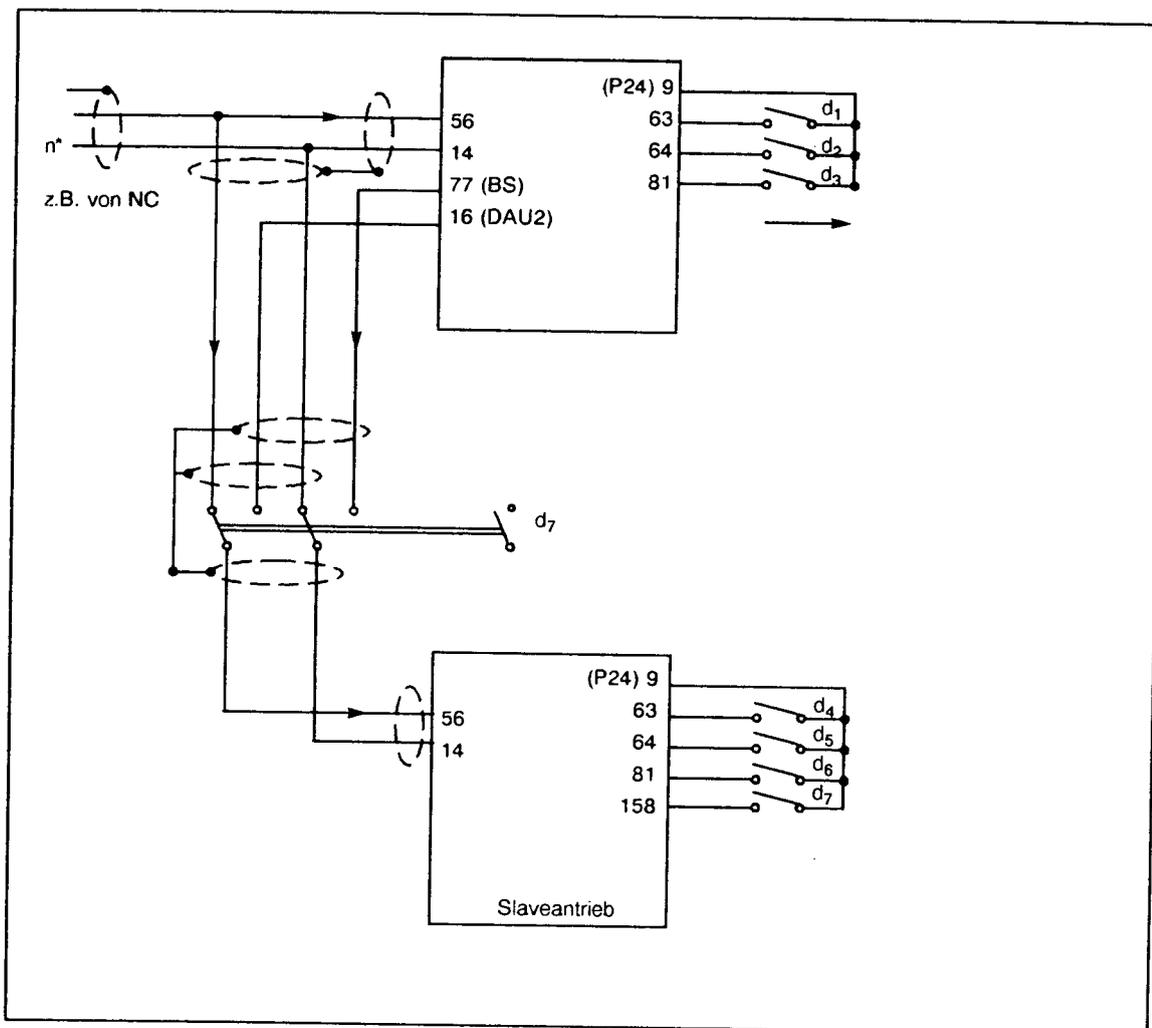

Bild 5.3 Verdrahtung der Ansteuerlogik bei quasistarrer Verbindung der Antriebe
Bild 5.3 zeigt die Verdrahtung der Ansteuerlogik für den Fall, daß die beiden Antriebe betriebsmäßig entkoppelt werden können, z.B. wenn die Motoren über ein Werkstück gekoppelt sind. In diesem Fall müssen die Antriebe zusätzlich zum Zwillingsbetrieb auch noch getrennt drehzahl geregelt gefahren werden können.
- Die Pulsumrichter sind mit den eingebauten Sicherungen vollkommen geschützt. Die im Anschlußvorschlag (Bild 5.3) gezeigten Sicherungen sind Leitungssicherungen nach DIN VDE 0100.